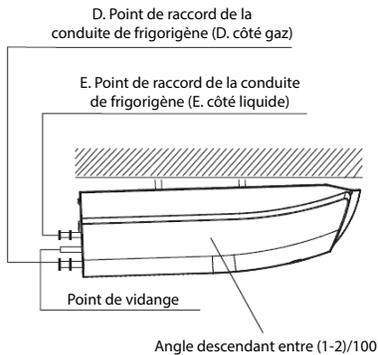

Figure 18 – Installation au plafond
4. Installez l'appareil (voir les figures 18 et 19).